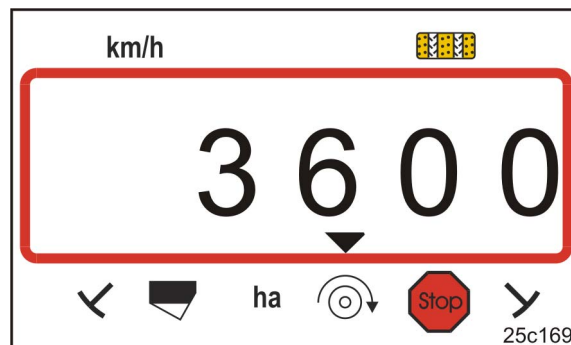

Рис. 135
- AMALOG⁺ (Рис. 135) отображает частоту вращения вентилятора (см. руководство по эксплуатации AMALOG⁺).